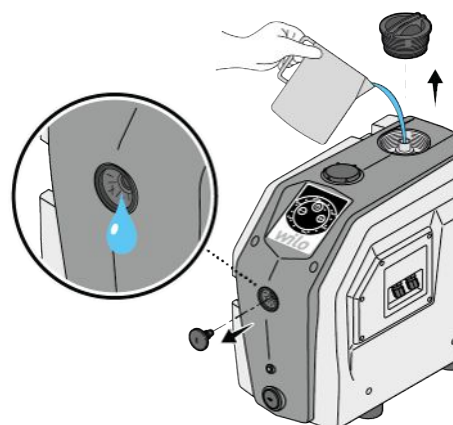

Fig. 9: Plnění
- Naplňte produkt vodou (cca 1,5 litru), dokud nezačne vytékat z ventilačního otvoru (Fig. 9).